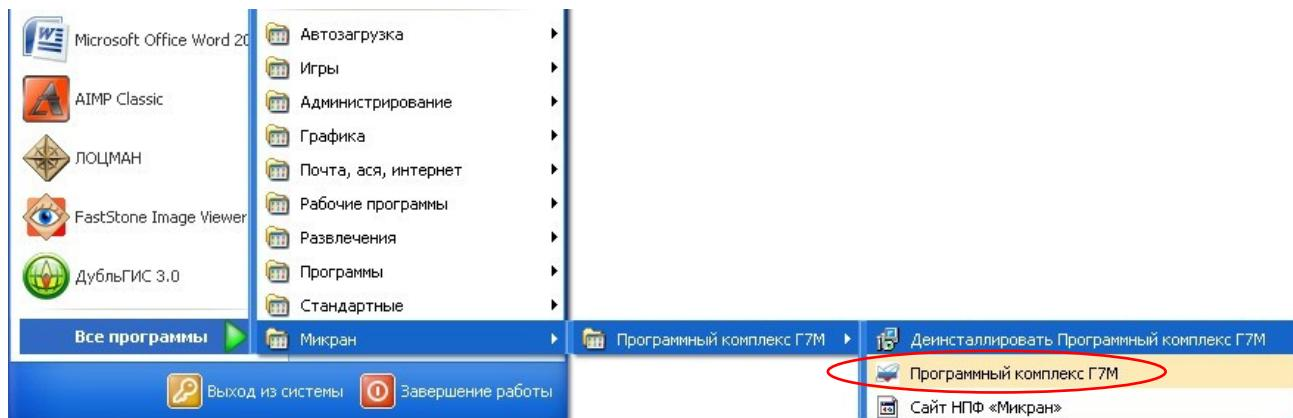
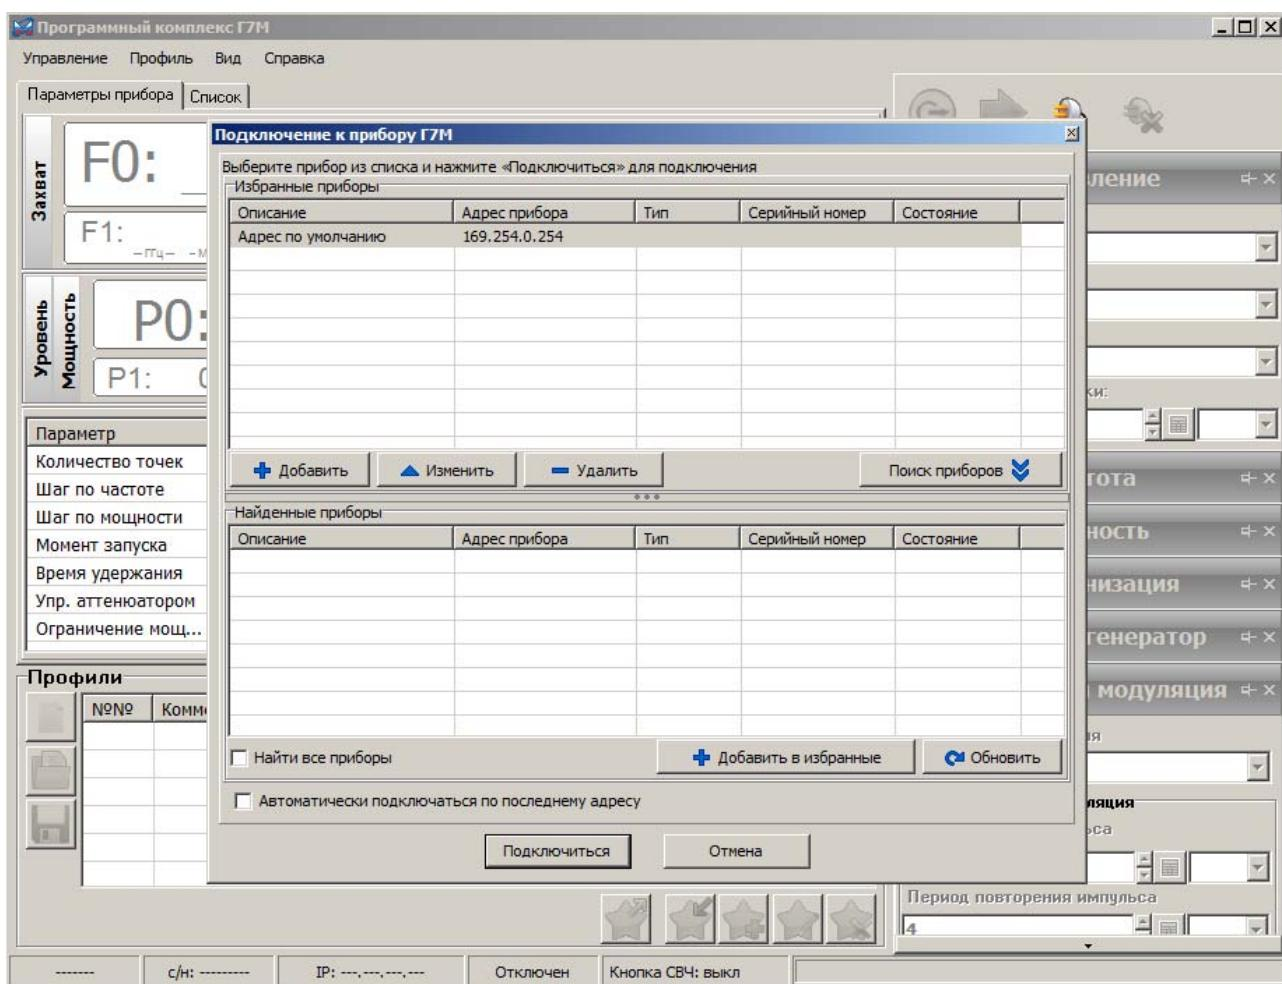

Рисунок 5.1 – Старт ПО
Рисунок 5.2 – Внешний вид ПО
- запустить ПО, воспользовавшись ярлыком в меню «Пуск» (рисунок 5.1), в результате запустится «Программный комплекс Г7М», с открытым окном «Подключение к прибору Г7М» (рисунок 5.2);
читься», в результате запустится диалог подключения к прибору (рисунок 5.2);